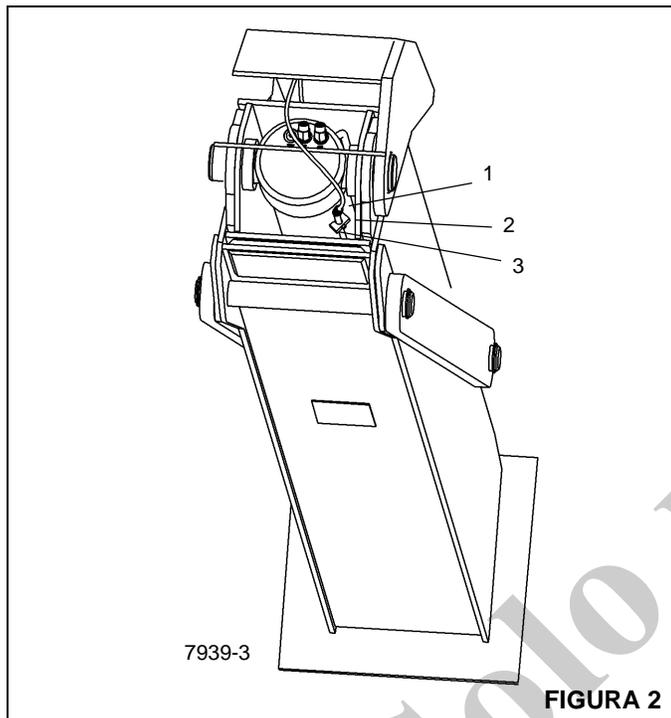

FIGURA 2
2. Desconecte el conector eléctrico (1, Figura 2) en el sensor.
3. Retire los tornillos de fijación (2, Figura 2) que sujetan la placa de retención del sensor.
4. Deslice el sensor (3, Figura 2) fuera de la escuadra de retención del sensor.
2. Deslice el sensor (3, Figura 2) dentro de la escuadra de retención.
3. Use los dos tornillos de fijación (2, Figura 2) y la escuadra de retención del sensor, para fijar el sensor al cilindro hidráulico.
4. Conecte el conector eléctrico (1, Figura 2) al sensor.